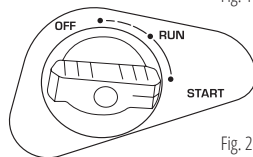

Fig. 2
4. Rode a alavanca do registo de ar para a posição START (Fig. 2).